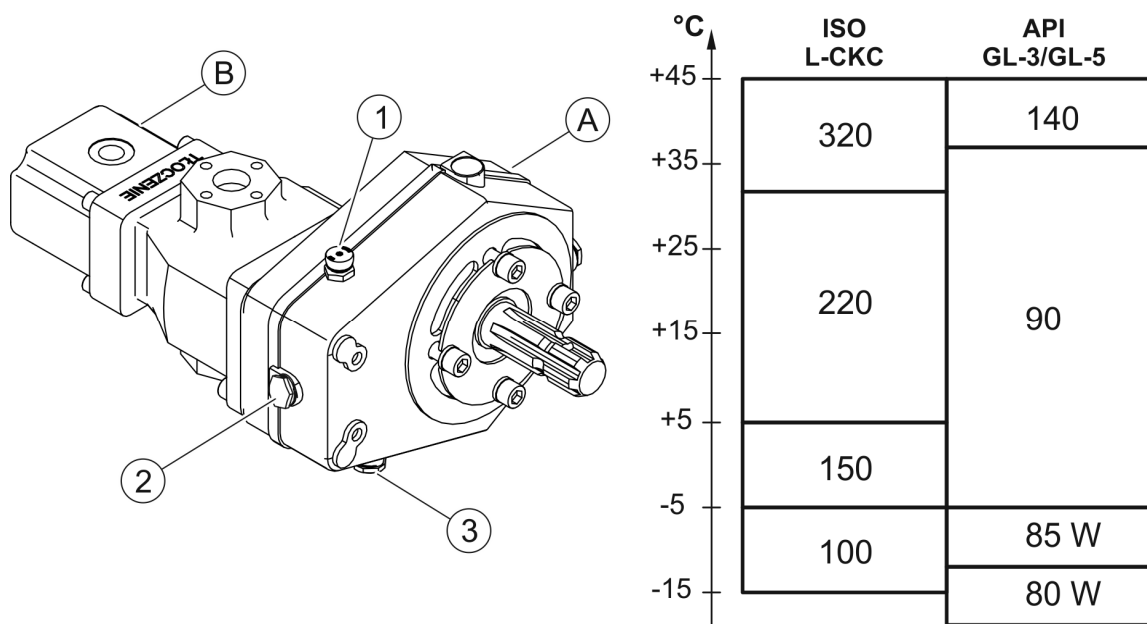

ABBILDUNG 5.2 Multiplikator mit Hydraulikpumpe und Viskositätsklassen für Getriebeöle je nach Umgebungstemperaturen.
(1)- Multiplikator; (2)- Hydraulikpumpen; (1)- Öleinfüllverschluss mit Entlüftung; (2)- Schauglas; (3)- Ablassschraube.
Alle Ölleckagen aus dem Multiplikator (A) und Pumpen (B) (ABB. 5.2) sind unzulässig. Die Ölleckagen sind durch das Festziehen der Befestigungsschrauben oder den Wechsel von Dichtungen zu beseitigen. Die Ölverluste aus dem Multiplikator sind mit dem Getriebeöl zu ergänzen, wobei der Öleinfüllverschluss (1) zu entfernen und das Öl bis zum Stand des Schauglases (2) nachzufüllen ist. Um das Öl zu wechseln, muss die Ablassschraube (3) geöffnet werden, wobei das Öl ins vorbereitete Gefäß herabzulassen ist. Danach ist der Multiplikator mit Öl über den Öleinfüllverschluss (1) bis zum Niveau des Schauglases (2) zu befüllen.